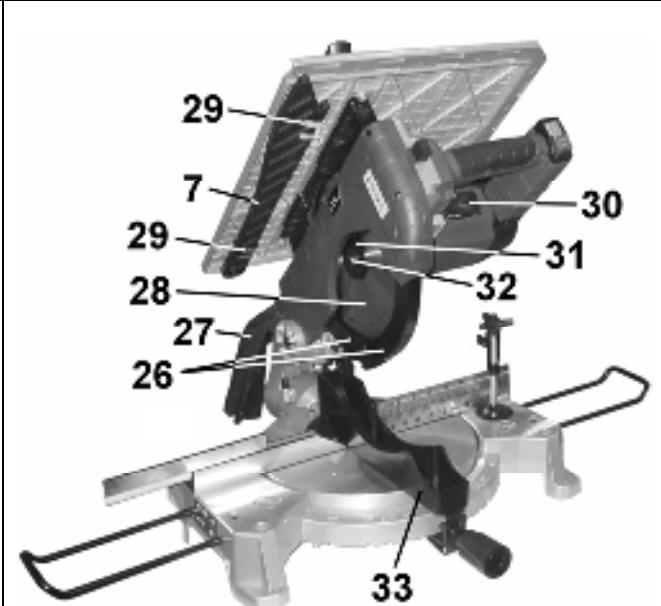

Рис.3
8.3.3. Как показано на Рис.3, установите удлинители стола (3) в посадочные гнезда на основании (2) до упора.
Примечание: при наклонном пилении струбцину необходимо демонтировать с левой стороны и перенести на правую сторону основания, Рис.3. В противном случае, наклонное пиление будет невозможно.
8.6. Установка пылесборного мешка, подключение систем удаления опилок (Рис. 3)